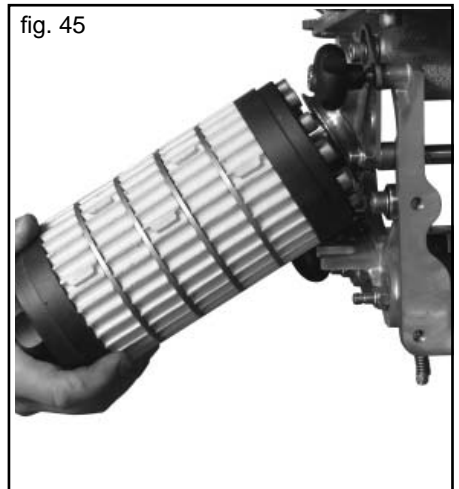

fig. 45
- 2) Handrad weit loesen oder ganz abschrauben. (Fig.45).